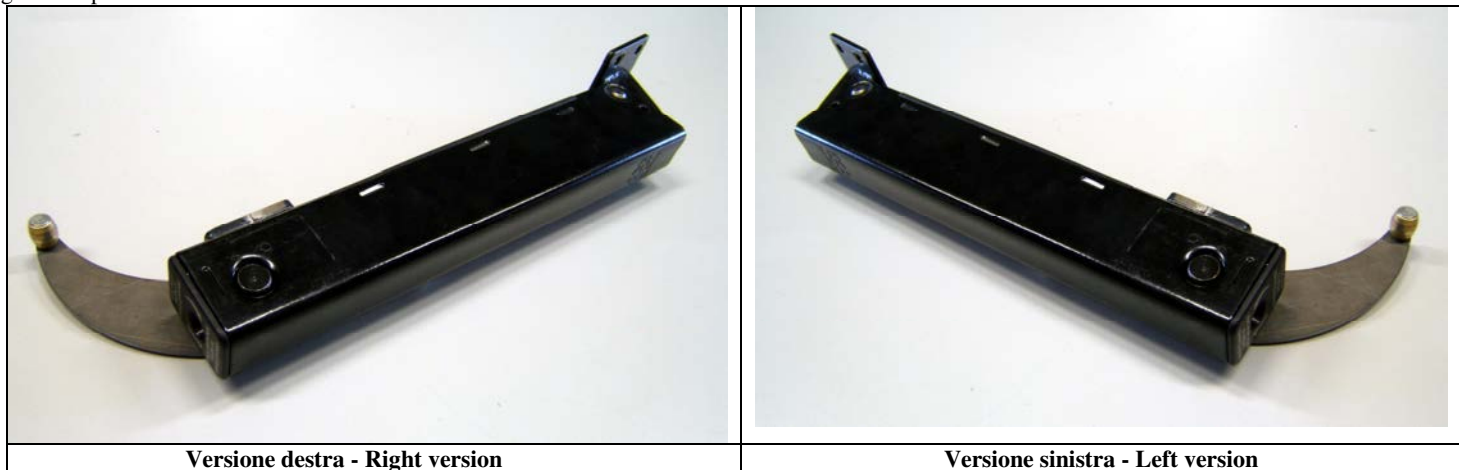

Fig.3: Esempio di chiudiporta assemblato - Example of assembled door-closer
2) Assemblare la staffa di fissaggio ad L con la staffa sagomata con oliva destra o sinistra (identificate dalle lettere D e L impresse sulla superficie) prestando attenzione a rispettare il verso di apertura del cancello destro oppure sinistro (vedi Fig.3 e 4)) mediante 2 viti M 5 x 8 a testa bombata con l’inserimento delle rondelle dentellate (vedi Fig.5). In questa fase non bloccare le due viti per poter procedere alla regolazione nei punti seguenti.